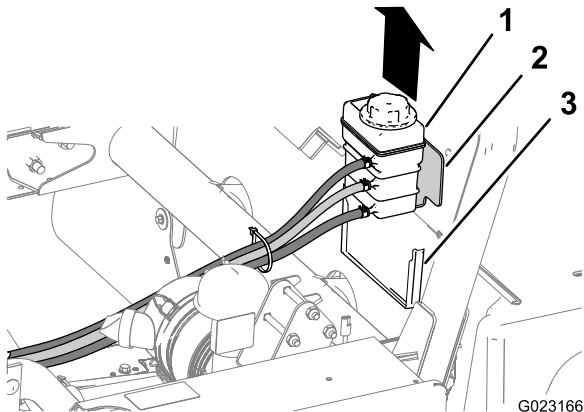

Figura 9
1. Eleve el depósito de refrigerante y sáquelo del soporte de sujeción situado en la parte trasera del protector antivuelco (Figura 9).